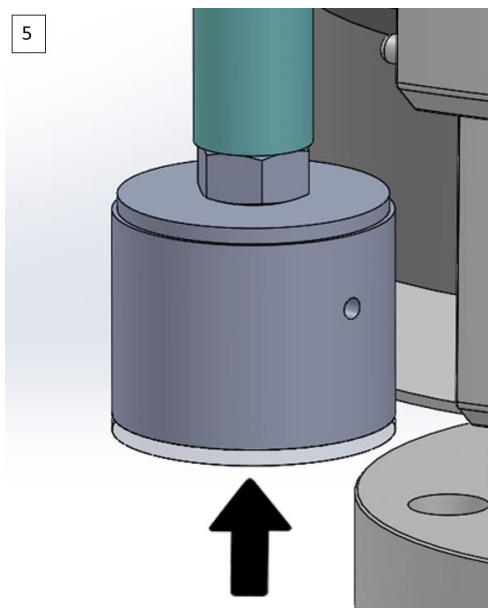

Abb. 24 Einstellung der Fahrbremse. Schließen der Abdeckung.
5. Setzen Sie die Abdeckung des Knopfes wieder auf, um das System zu schließen, wie in Abbildung 24 dargestellt.